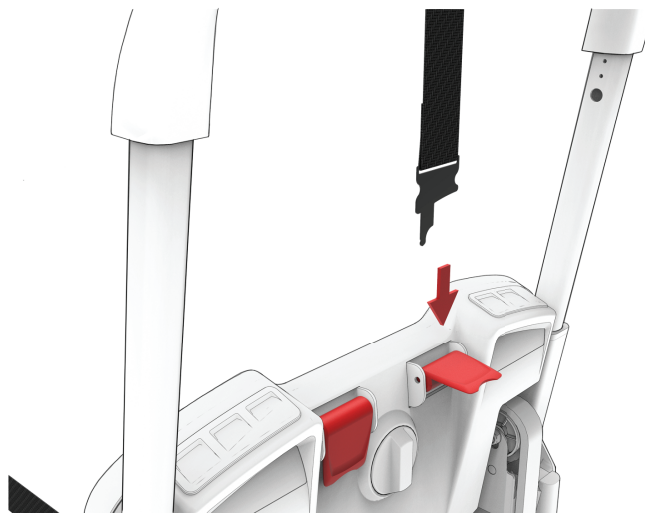

Figur 22 – Ryggstödsklämma till stängposition
4. Fäst patientens högra ryggstödsklämma på patientens högra ryggstödsstolpe (Figur 22). Skjut ryggstödsklämman uppåt tills det mindre hålet låses på plats.